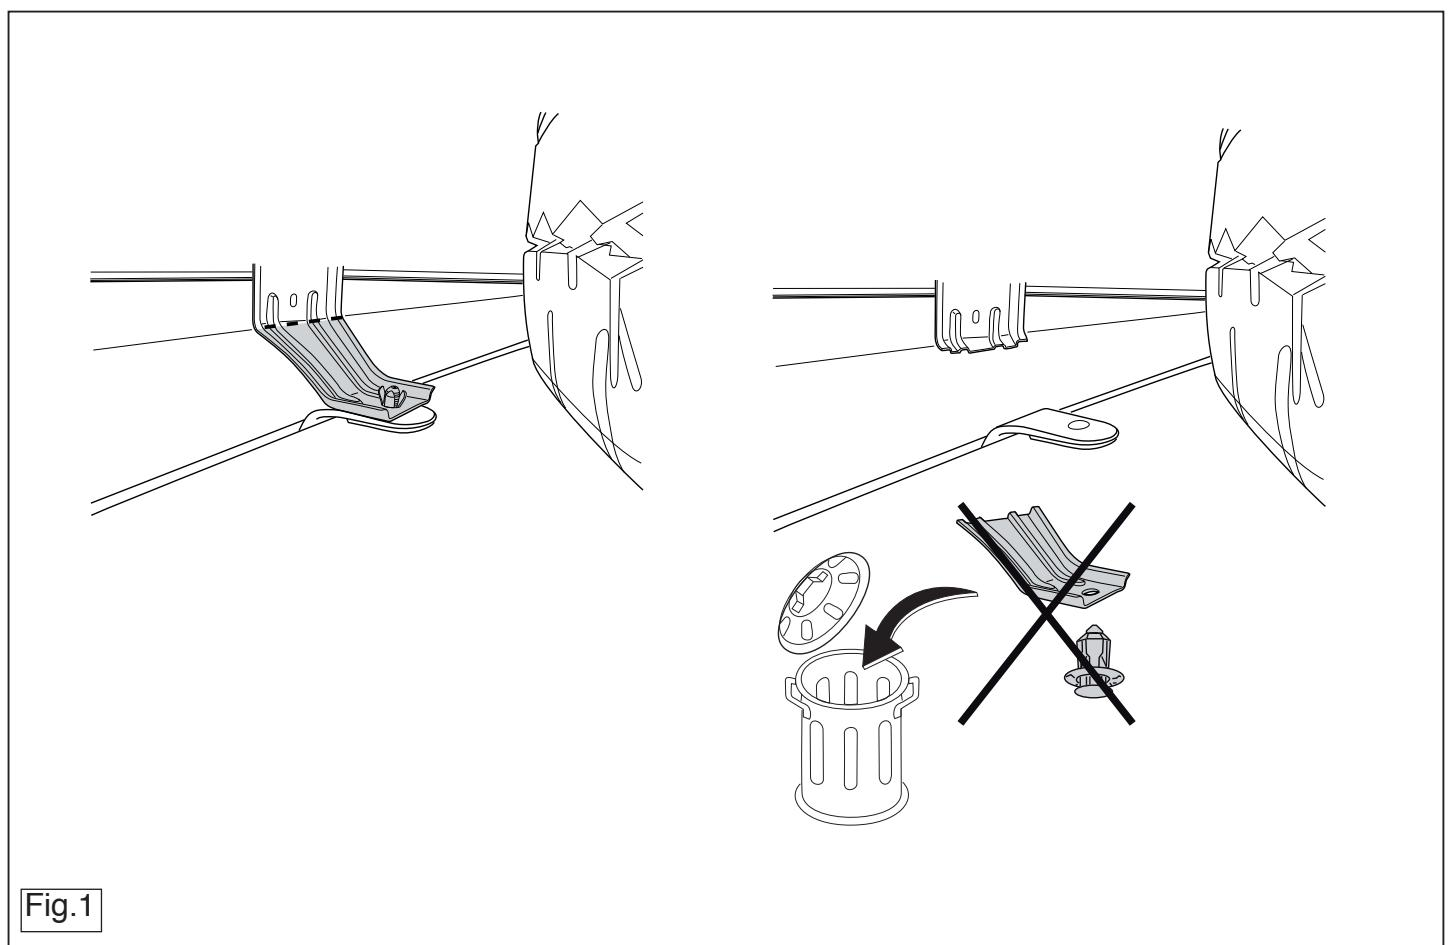

Fig.1
5. Saw out the indicated section in accordance with figure 1.
5. Gemäß Abb. 1 das angegebene Teil herausschneiden.
5. Scier la partie indiquée conformément à la figure 1.